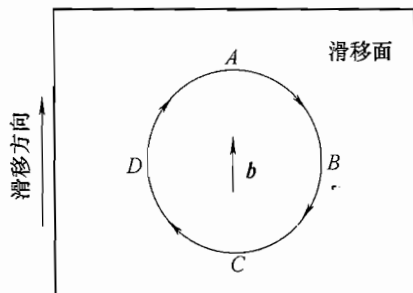

图 39-1 第二题第 10 小题图
1. 金属典型的晶体结构类型有 fcc、bcc 和 hcp，其配位数相应为 (1)、(2)和 (3)。
2. 置换固溶体的溶解度与原子尺寸因素、(4)、电子浓度因素和 (5) 有关。
3. 当过冷液体中出现一个半径为 r 的球形晶胚时，其临界晶核半径为 (6)，临界形核功为 (7)。 r^* 变小意味着形核数目 (8)。
4. 固溶体合金结晶过程中遵循形核和核长大规律，但它不同于纯金属的是形核时还额外需要 (9) 起伏，它也是在 (10) 过程中进行的，同时在结晶过程中还始终伴随着 (11) 的扩散。
5. 晶体长大方式与 (12) 有关，而晶体长大形态与 (13) 有关，同时也与界面前沿的 (14) 分布有关。
6. 单晶体在发生塑性变形时，常见的方式有 (15)、(16) 和 (17)。
7. 动态回复与动态再结晶是指在高温下进行形变，即变形过程中 (18) 同时进行。
8. 扩散第一定律适用于稳态扩散，其数学表达式可写成 (19)，扩散通量的符号为负，表示扩散由高浓度向低浓度方向进行，在此过程中扩散的驱动力是 (20)。
9. 冷变形后，再结晶后晶粒度大小的控制与 (21)、原始晶粒尺寸、(22) 和杂质等有关。
10. 如图 39-1 所示有一位错环，其中 A